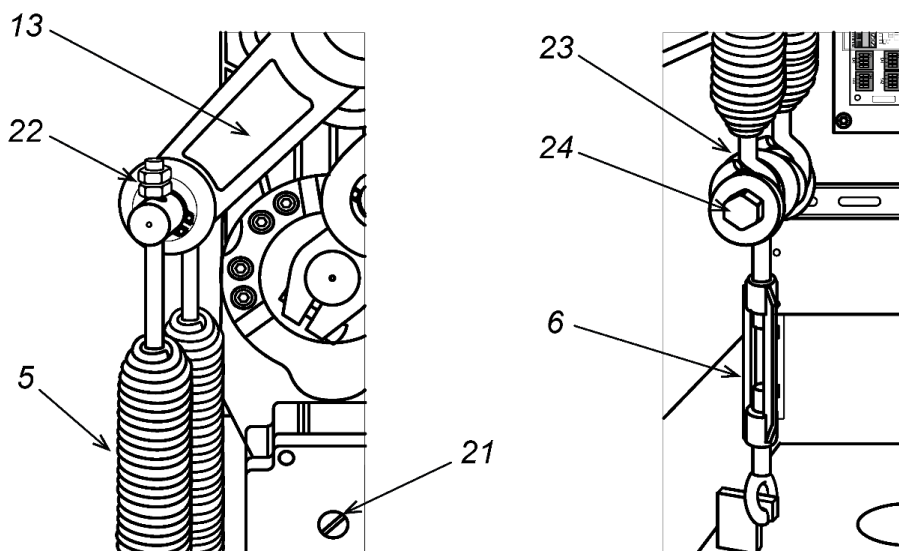

Рисунок 15. Установка балансировочных пружин
Снятие или установку стрелы производите при снятых балансирующих пружинах (см. разд. 8.5.6). Переведите кронштейн крепления стрелы в горизонтальное положение, для чего вращайте винт (ручку) разблокировки привода (21) по часовой стрелке до упора (см. рис. 15).
Снятие или установку стрелы производите при снятых балансировочных пружинах (см. разд. 8.5.6). Переведите кронштейн крепления стрелы в горизонтальное положение, для чего вращайте винт (ручку) разблокировки привода (21) по часовой стрелке до упора (см. рис. 15).
1. Снимите дверцу (2), открыв замок ключом.
2. На приводе стрелы переведите рычаг (13) в нижнее положение (см. рис. 15).
5. Также регулировать натяжение пружин можно при помощи гаек (22) на верхних шпильках пружин (см. рис. 15), при этом над гайками у обеих пружин должно быть примерно одинаковое количество витков резьбы, но не менее 3-5 витков.